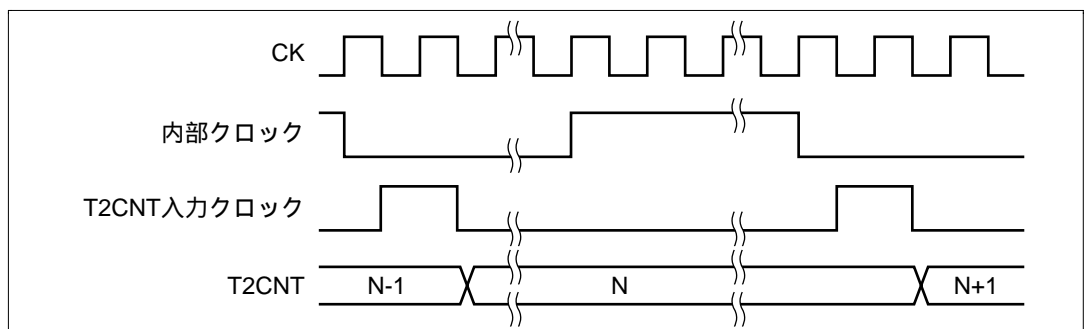

図 10.3 カウントタイミング
T2CSR の CKS2、CKS1、CKS0 ビットにより、システムクロック (CK) を分周した 7 種類のクロック (/ 2、 / 8、 / 32、 / 128、 / 512、 / 2048、 / 4096) が選択できます。このときのタイミングを図 10.3 に示します。